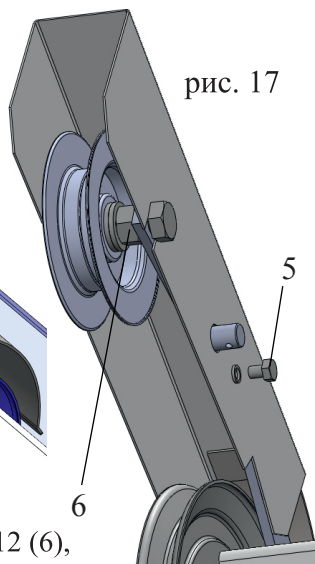

рис. 17
5.5 Закрутить болт М6 (5) через шайбу. **ВНИМАНИЕ!** 1. Затянуть первую гайку М12 (6), 2. Затем вторую гайку М12. (рис.17).